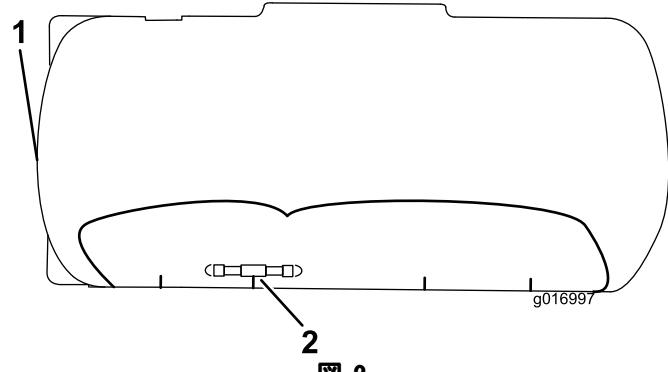

図2
- 出来上がった組み立て品を、タンク内部のフォワードバルブに接続する（図2）。